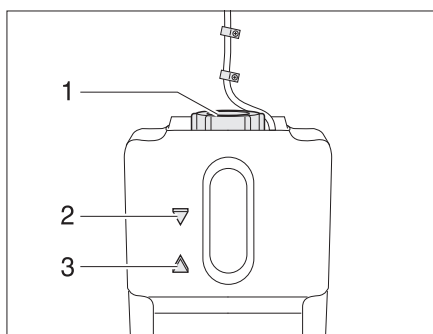

Bild 172 Expansionsbehållare varmvatten-värmesystem
- Kontroll av vätskenivå utförs på expansionsbehållaren (Bild 172), nivån ska ligga mellan markeringarna "MIN" (Bild 172,3) och "MAX" (Bild 172,2).
- Skruva på vridlåset (Bild 172,1) på expansionsbehållaren.